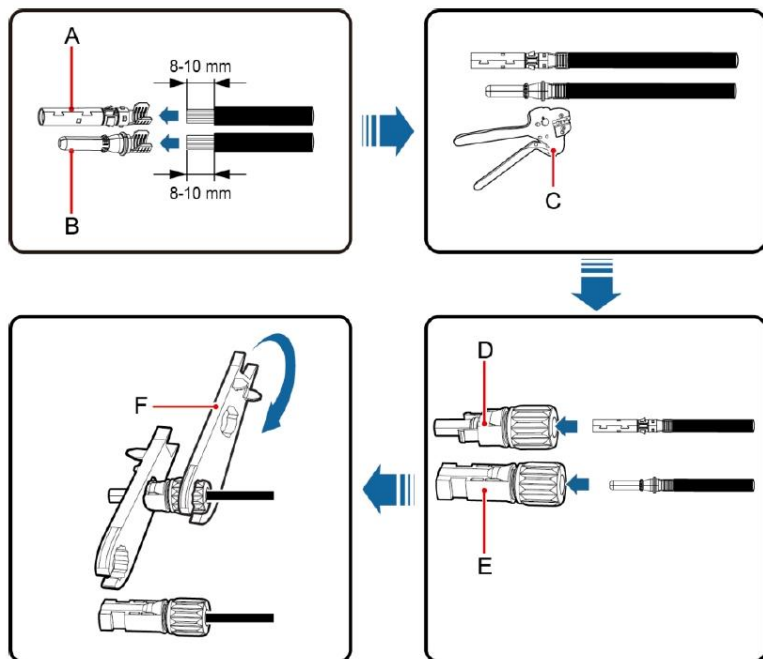

Figura 4.13 Conector DC MC4 și conexiune șir PV
- (1) Înainte de a conecta șirul fotovoltaic la invertoare, asigurați-vă măsurile adecvate împotriva fulgerului și au fost luate scurtcircuit;
- (2) Conectați cablurile de ieșire ale modulelor solare la conectorul DC al invertoarelor ca în Figura 4.13 spectacole. Îndepărtați stratul de izolare al cablului DC pentru aproximativ 8-10 mm. Introduceți conductorul piesa în poziția corespunzătoare a conectorului, sertizează terminalul MC4 DC și strângeți piulița cu un cuplu de 2,5-3Nm. Asigurați-vă că stâlpii modulelor solare sunt corect și bine conectat cu conectorii